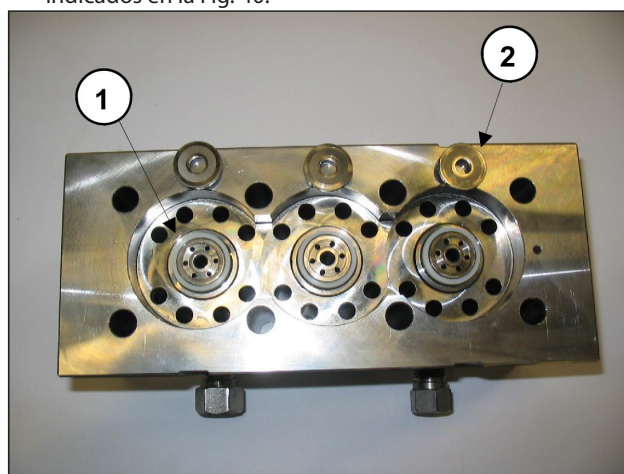

Fig. 41
**Durante el desmontaje de las camisas es importante no perder las sedes de las válvulas ① ni las válvulas planas ②, como se indica en la Fig. 41, ya que al estar montadas sólo por contacto podrían caerse.**